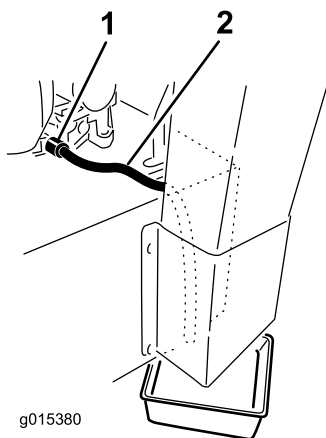

Рисунок 32
**Примечание:** Поверните маслосливной клапан, чтобы дать маслу стечь (Рисунок 32).